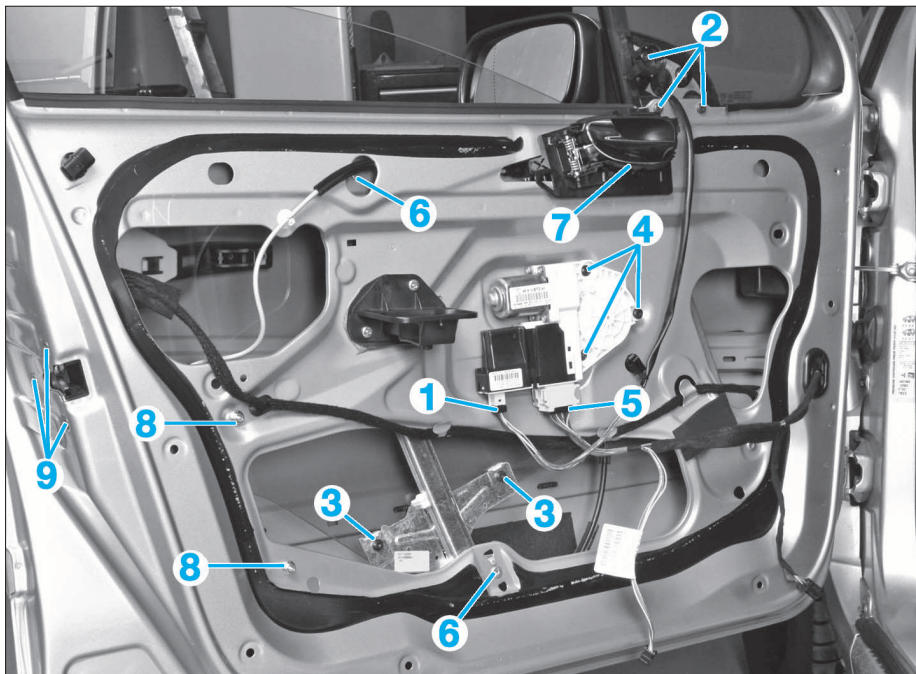
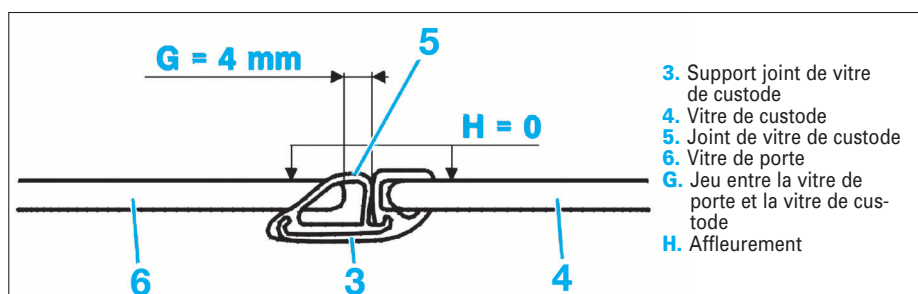

FIG. 39
FIG. 44
- Déposer (Fig.39) :
- le connecteur (1) (si le connecteur est coincé contre la porte, déposer les vis (4) du moteur de lève-vitre)
- les vis (2)
- Déposer les 2 fixations (3) (Fig.39).
- Déposer les vis (4), les connecteurs (1) et (5) puis le moteur du mécanisme de lève-vitre (Fig.39).
- À l'aide d'une perceuse équipée d'un foret Ø 10 mm, faire sauter les rivets (6).
- Contrôler le réglage avec la vitre de custode (voir également le réglage de la vitre de custode) (Fig.44).
- Déposer la commande intérieure (7) en tirant la poignée vers l'avant (Fig.39).
- les fixations (8) de la coulisse de vitre
- les fixations (9).
- Débrancher le connecteur (1) (Fig.44).
- la tringle (2) de liaison sur la poignée extérieure
- la tringle (3) de liaison sur le verrou de porte avant.